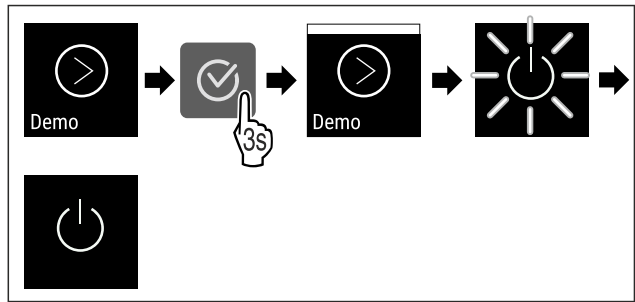

Fig. 110
- ▶ Følg anvisningene (se Fig. 110) .